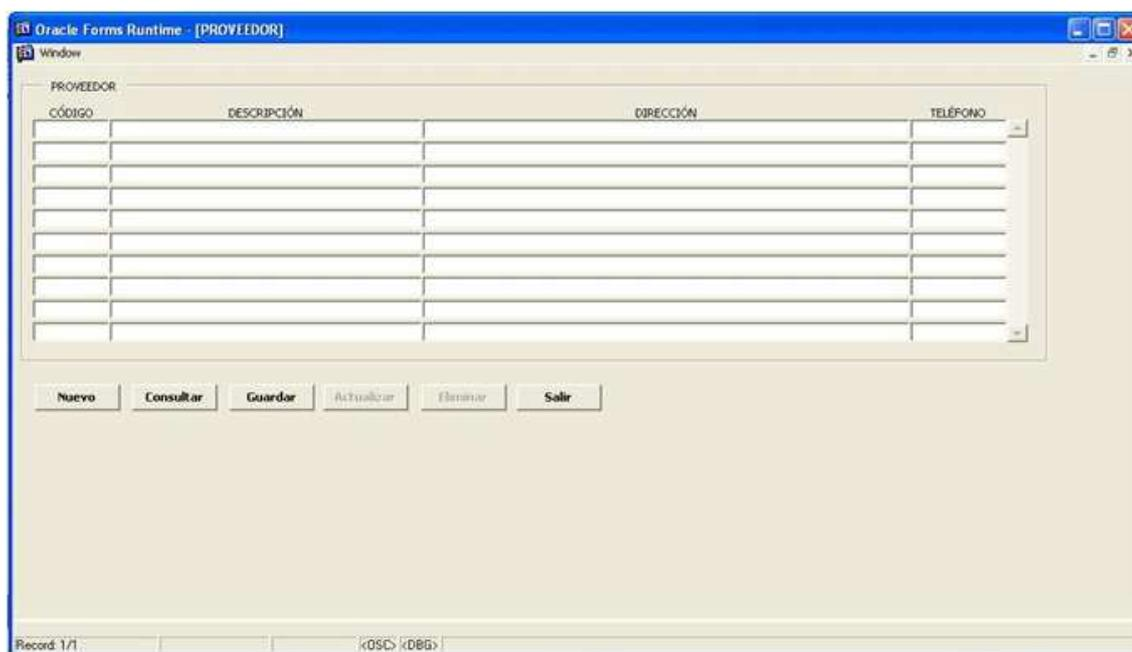

Figura 2-2. Mantenimiento del Proveedor
2. Dé clic en la opción <Proveedor> y le aparecerá la siguiente pantalla: (Véase figura 2.2).